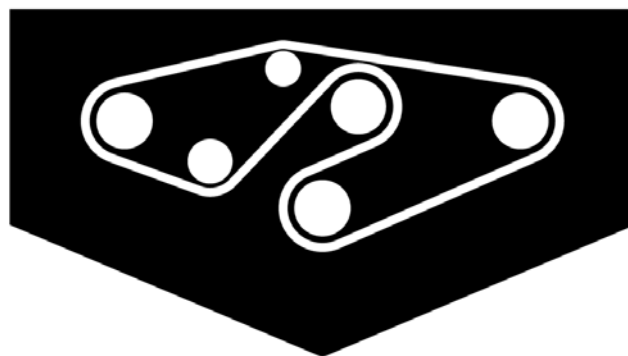

Figura 31
4. Montate la nuova cinghia attorno alle pulegge del perno e alla puleggia tendicinghia, come illustrato nella figura 31.